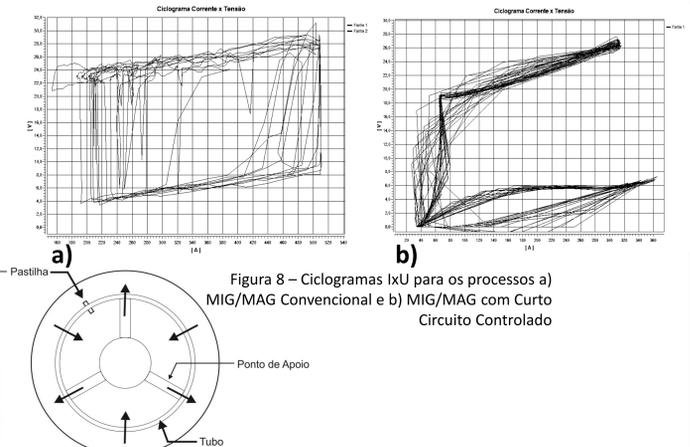

Figura 8 – Ciclogramas IxU para os processos a) MIG/MAG Convencional e b) MIG/MAG com Curto Circuito Controlado
- Maior estabilidade da Soldagem MIG/MAG com Curto Circuito Controlado em relação ao MIG/MAG Convencional pôde ser observada (Figura 8);